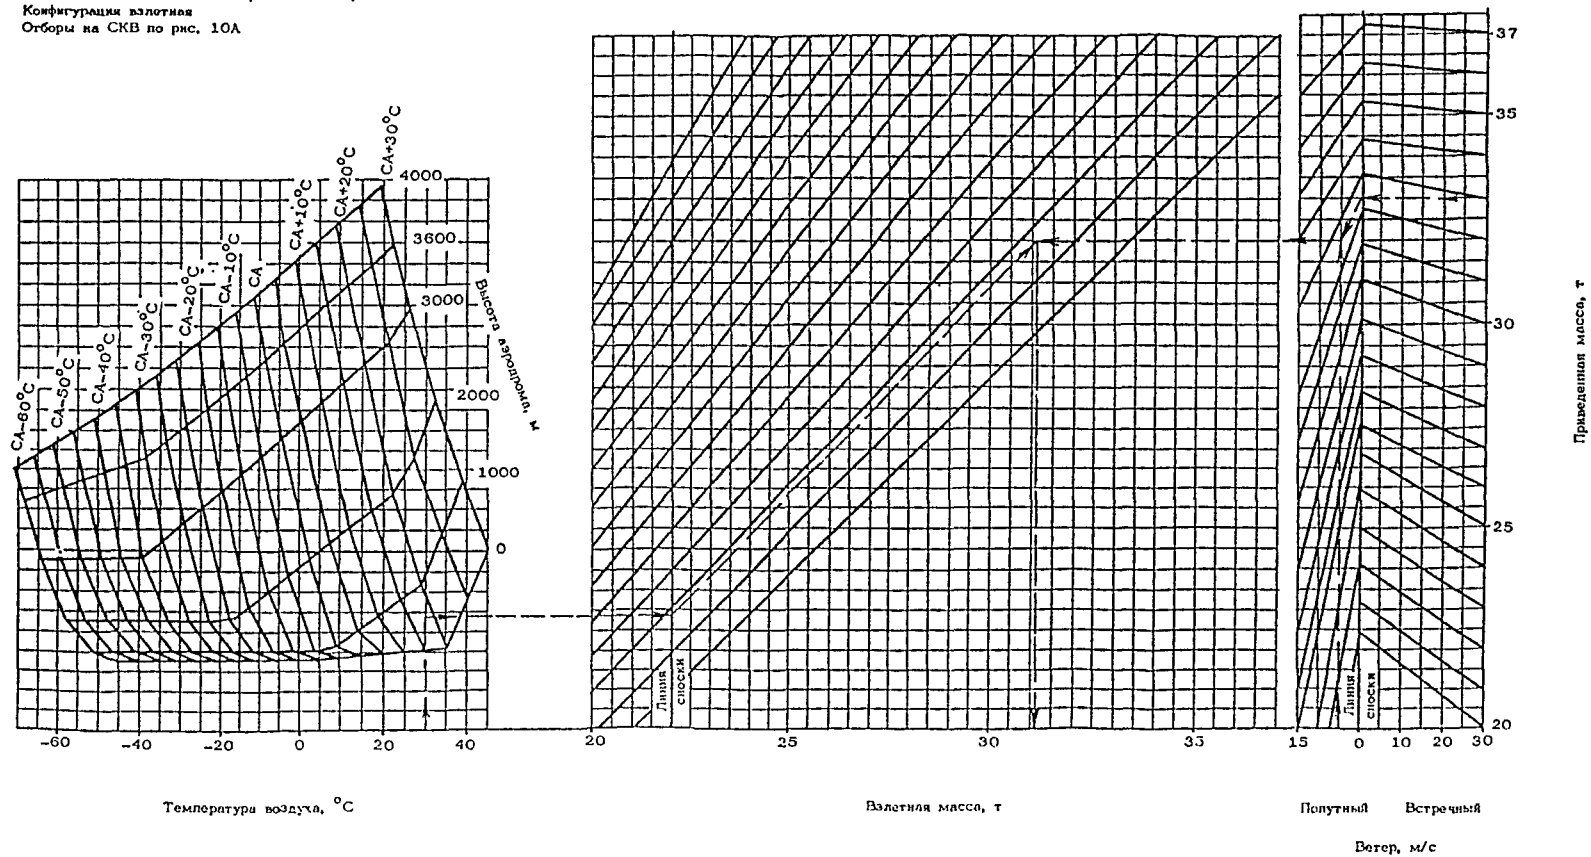

РИС. 19. НОМОГРАММА ДЛЯ ПЕРЕВОДА ПРИВЕДЕННОЙ МАССЫ
3. По рис. 19 в указанном стрелками порядке определяем фактическую взлетную массу, соответствующую приведенной массе 33 т. Она равна 31,1 т.